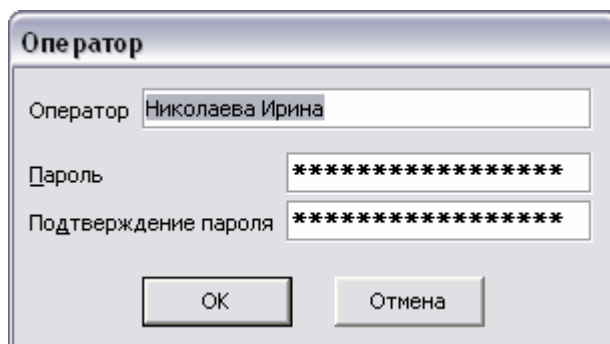

Рисунок 1.15
2. Установите курсор на запись с Ф.И.О. нужного оператора и нажмите клавишу [Enter] или кнопку , или выберите пункт меню «Операторы ⇒ Изменить». Откроется окно «Оператор» (рис.1.15), в котором отредактируйте данные и нажмите кнопку <ОК>.